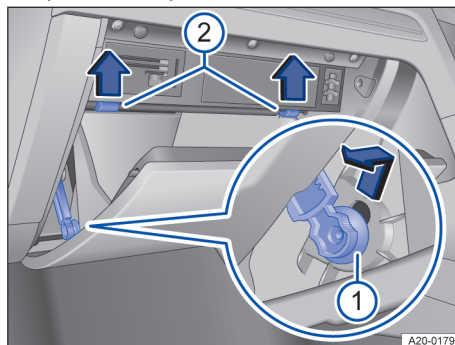

Fig. 179 Capacul panoului de siguranțe din planșa de bord: la autovehiculele cu volanul pe partea dreaptă, pe partea pasagerului față (imagine de referință).
① Element de frânare.
② Con opritor.
1. Deschideți și goliți, după caz, torpedoul → fig. 179.
2. Împingeți elementul de frânare în sus, în degajarea suportului, și scoateți-l prin lateral → fig. 179 ①.
3. Apăsați în sus conul opritor în sensul săgeții și deschideți simultan compartimentul de depozitare mai mult → fig. 179 ②.
4. Pentru montare, aduceți compartimentul de depozitare în poziția corespunzătoare. Introduceți elementul de frânare în orificiul suportului și împingeți-l în jos, până se blochează cu un declic. Apăsați cu grijă compartimentul depozitare în față, peste rezistența conului opritor → fig. 179 ②.